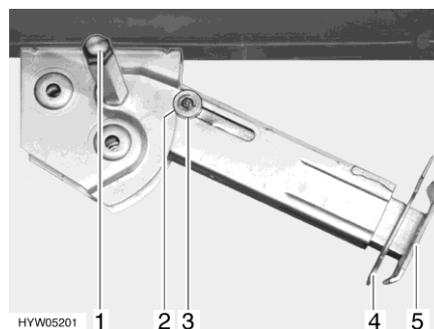

Bild 45 Hubstütze
- Am Sechskant (Bild 45,1) den Steckschlüssel aufstecken und drehen, bis die Hubstütze senkrecht nach unten steht.
- Splint (Bild 45,4) aus der Stützfußverlängerung (Bild 45,5) herausziehen.
- Am Sechskant (Bild 45,1) den Steckschlüssel aufstecken und drehen, bis die Hubstütze wieder vom Boden frei ist.
- Stützfußverlängerung (Bild 45,5) ganz einschieben und Splint (Bild 45,4) in die vorgesehene Bohrung an der Stützfußverlängerung stecken.
- Mit Steckschlüssel am Sechskant (Bild 45,1) drehen, bis Hubstütze nach oben geschwenkt und die Führungsscheibe (Bild 45,3) vollständig in die Kerbe (Bild 45,2) eingefahren ist.